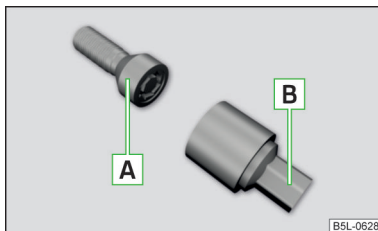

Bild 150
De stöldskyddade hjulbultarna skyddar hjulen mot stöld. De kan endast lossas/dras åt med tillsatsen **B** » bild 150.
- › Sätt fast tillsatsen **B** » bild 150 så långt det går på den stöldskyddade hjulbulten **A**.
- Sätt in hjulnyckeln så långt det går på hjulbulten. Använd tillhörande tillsats för stöldskyddade hjulbultar » bild 150 på sidan 132.